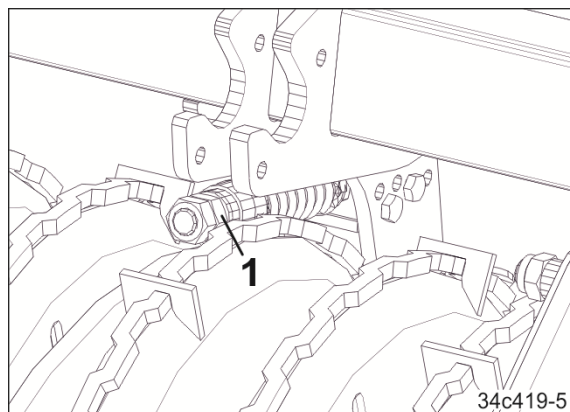

Рис. 166
2. Поворачивайте шестигранную гайку (Рис. 166/1) на пакете пружин, пока концы ножей снова не будут заканчиваться вместе с краями катка. Законтрите шестигранную гайку.